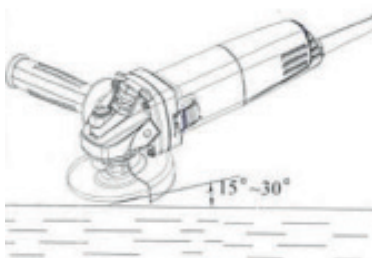

IMAGEN 11
13.4. Al utilizar un disco de desbaste nuevo, por favor no mueva la máquina en la dirección B, pues existe el riesgo de la pieza-obra ser cortada. Cuando la parte lateral del disco de desbaste comience a ponerse oval, la máquina podrá ser movida en las dos direcciones A y B. (IMAGEN 11)